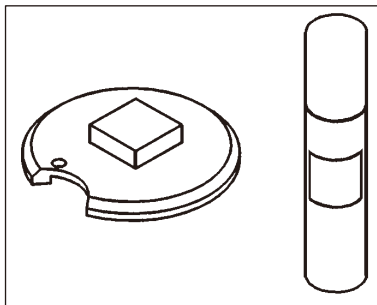

Bild. 19
- Fäst provexemplaret på provskivan med cyanoakrylatlim (→ Bild. 19).